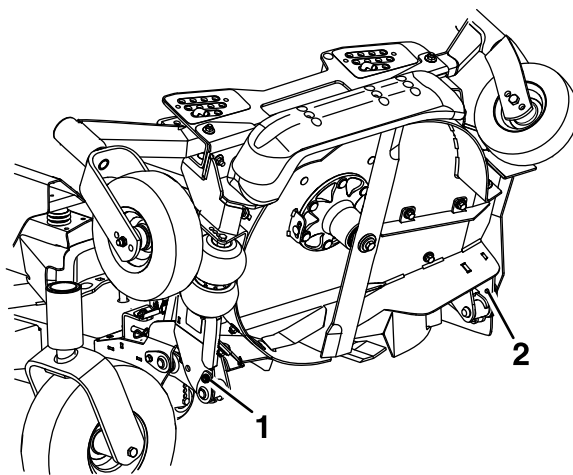

Рисунок 83
7. Ослабьте болты, крепящие верхние шарнирные пальцы к деке, но **не** снимайте болты (Рисунок 83).
18. Снимите и сохраните болты нижней оси поворота (Рисунок 83 и Рисунок 86).